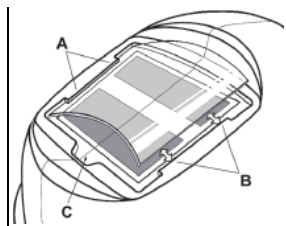

Figura 1
Reemplazo de la lente de la cubierta delantera: reemplace la lente de la cubierta delantera si está dañada, agrietada, sucia o picada. Coloque el dedo o pulgar en la hendidura (C) en el borde inferior de la lente de cubierta y levante la lente hasta que se libere de los bordes marcados A y B. (Consulte la figura 1). Use solamente las lentes de cubierta delantera de reemplazo especificadas en este manual.